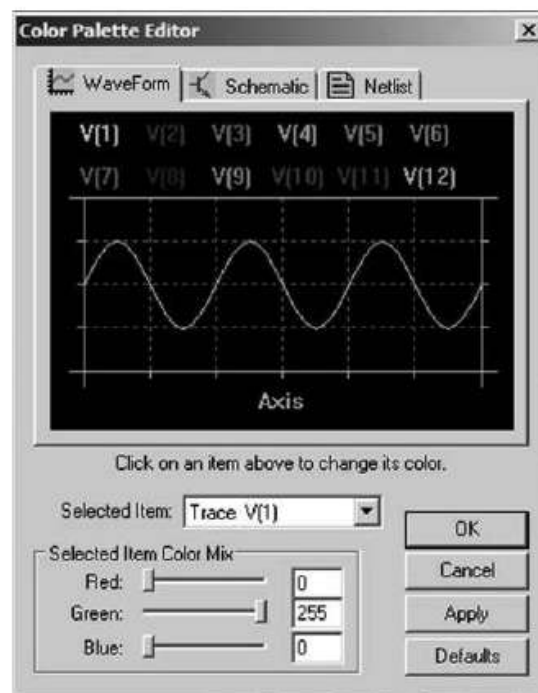

Figure 18.9
- **Color Scheme[*]** : accès direct à la fenêtre **Color Palette Editor** (Éditeur des palettes de couleur), illustrée à la figure 18.9.